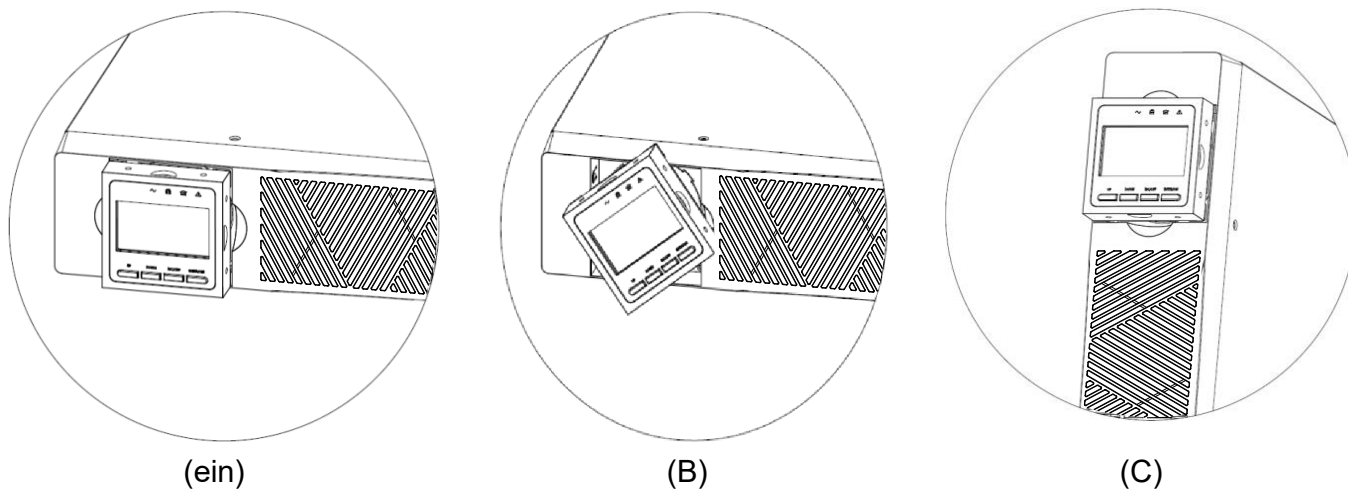

Abbildung 13
(2) Drehung des Displays
- Entfernen Sie die Displaysperre, drehen Sie sie und setzen Sie sie wieder in das Gehäuse ein (Abb. 13)